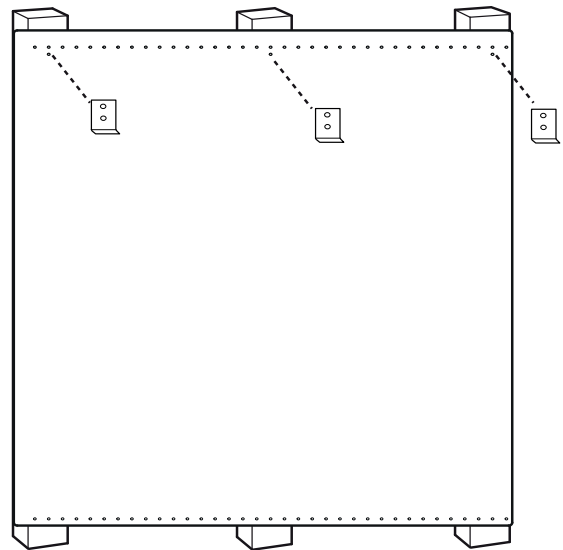

Figura 15: Consola trasera de protección con estante guarda-caliente
3. En el lugar indicado en la *Figura 15*, fije los soportes inferiores proporcionados con el estante guarda-caliente a través de la consola trasera de protección en los travesaños de pared.